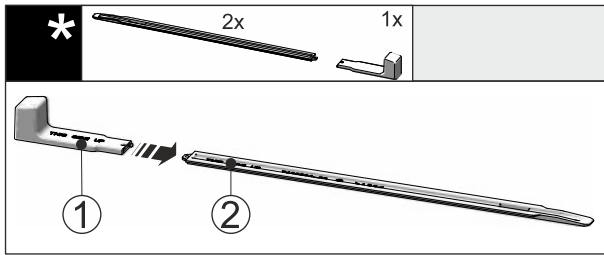

Fig. 48
- ▶ 将安装手柄 Fig. 48 (1) 插入水平导轨 Fig. 48 (2) 上。